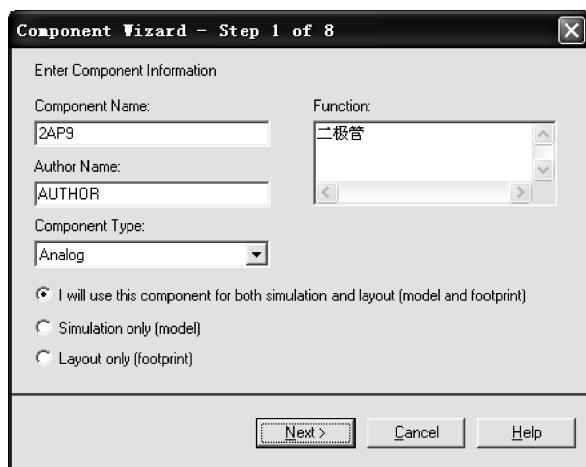

图 3.2.1 元件编辑对话框
(1) 单击设计工具栏中 按钮或执行 Tools→Component Wizard 命令,出现元件编辑对话框,如图 3.2.1 所示。